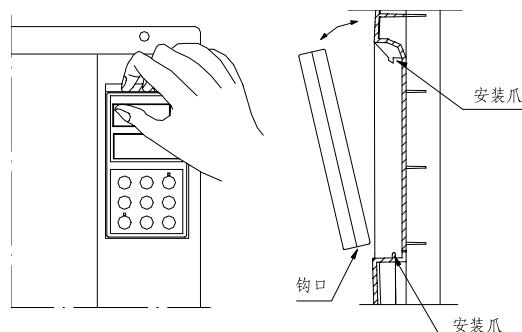

图3-3 操作面板的拆卸和安装
**拆卸：**将中指放在操作面板上方的手指插入孔，轻轻按住顶部弹片后往外拉，如图3-3所示。
**安装：**先将操作面板的底部固定钩口对接在面板安装槽下方的安装爪上，用中指按住顶部的弹片后往里推，到位后松开中指即可；如图3-3所示。